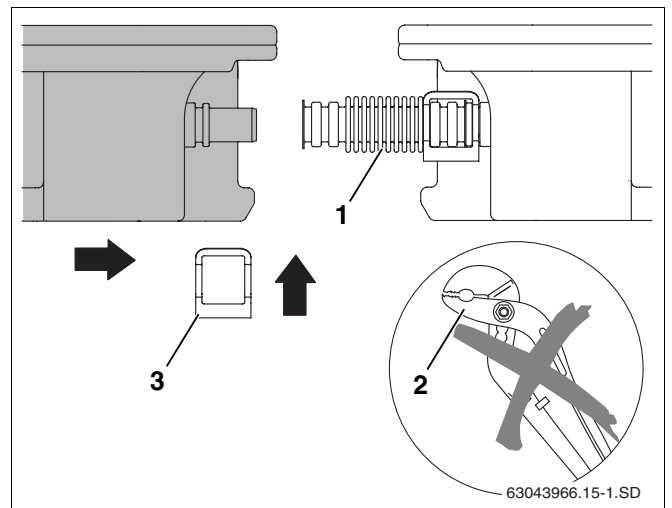

Fig. 26 Insérer le deuxième capteur dans le premier
- N'utilisez pas d'auxiliaires comme les pinces (fig. 26, **pos. 2**). Ils risqueraient de rendre les connecteurs inutilisables.
- Placer le deuxième capteur contre le premier de manière à ce que les raccords s'insèrent dans les connecteurs prémontés des tubes ondulés (fig. 26, **pos. 1**) du premier capteur.
- Insérer la deuxième bride de fixation (fig. 26, **pos. 3**) sur le connecteur du tube ondulé et le raccordement de capteur.